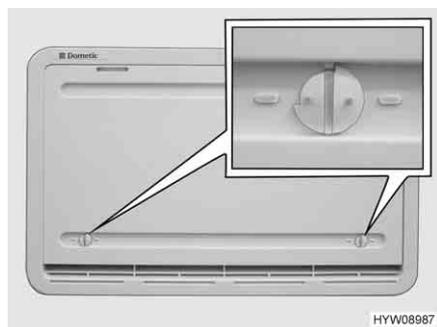

Fig. 181 Copertura invernale
Se il funzionamento del frigorifero avviene a basse temperature esterne, il produttore consiglia l'utilizzo di una copertura invernale (Fig. 181) per la griglia di aerazione del frigorifero.
- Aprire entrambi i bloccaggi (Fig. 181), la scanalatura risulterà orizzontale.